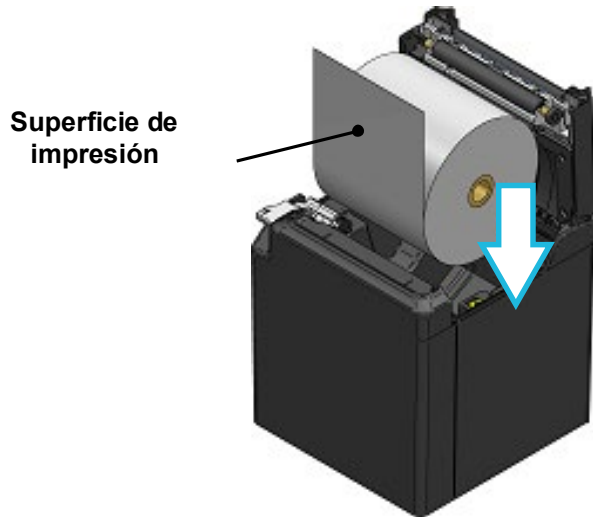
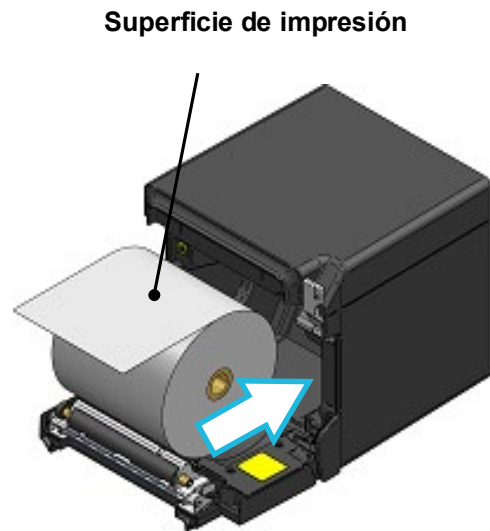

Figura 8-3 Dirección de colocación del papel térmico (expulsión superior)
Figura 8-4 Dirección de colocación del papel térmico (expulsión frontal)
- (2) Separe el extremo con pegamento del papel térmico.
- (3) Cargue el papel térmico en el soporte de papel. A continuación, cargue el papel térmico en la dirección mostrada en la Figura 8-3 y Figura 8-4.